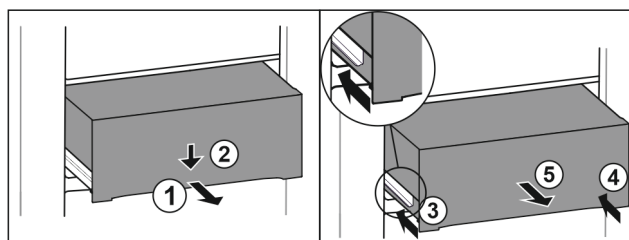

Fig. 105
- Izvucite ladicu na pola. Fig. 105 (1)
- Pritisnite ladicu naprijed prema dolje. Fig. 105 (2)
- Gurnite lijevu vodicu za oko 2 cm. Fig. 105 (3)
- Gurnite desnu vodicu za oko 2 cm. Fig. 105 (4)
- Izvadite ladicu prema naprijed. Fig. 105 (5)